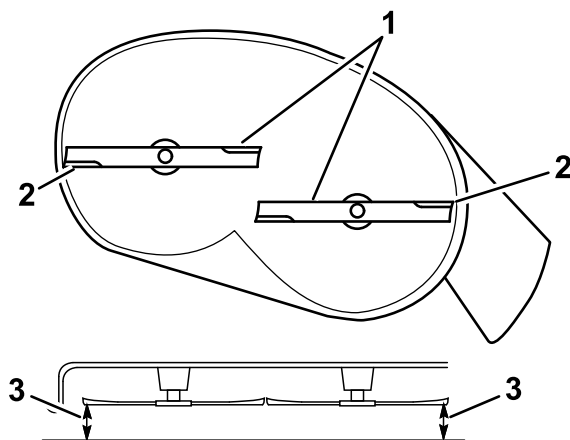

Figura 64
5. Misurate la distanza tra i taglienti esterni e la superficie piatta (Figura 64).